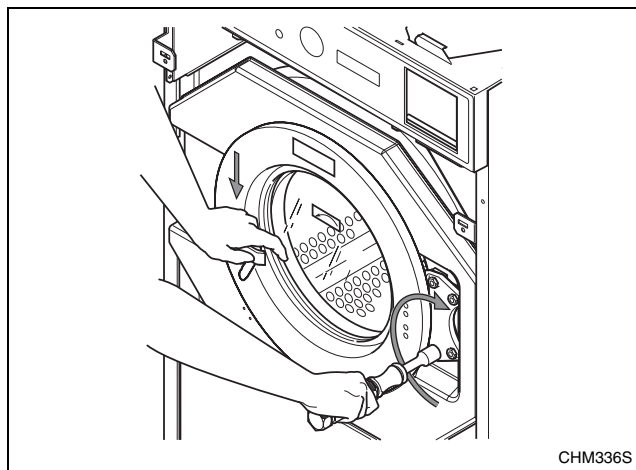

Figura 57
5. Mientras empuja el asidero de la puerta hacia abajo contra el agarre en L, vuelva a apretar las tuercas de las bisagras de la puerta. Consulte la *Figura 57*.